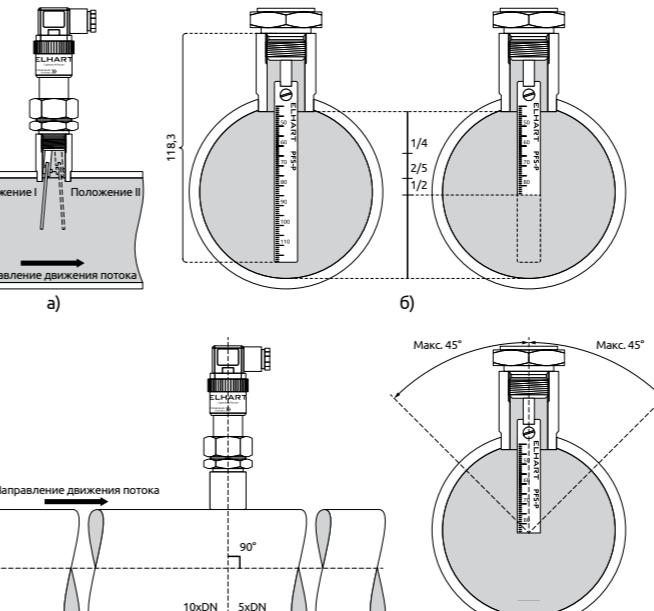

Рисунок 3 – Установка и работа реле протока
Рисунок 3 поясняет принцип действия реле. При отсутствии или низкой скорости потока жидкости в трубопроводе, на который установлено реле, лепесток находится в начальном положении I. При этом геркон разомкнут, так как рабочий магнит находится на удалении от него.
- Корпус реле должен быть расположен вертикально. Максимальное боковое отклонение корпуса от вертикального положения – 45° (см. рисунок 3г), при этом ось прокладки трубопровода должна быть строго перпендикулярна оси корпуса реле (см. рисунок 3в).
- Место установки следует выбирать таким образом, чтобы до реле был прямой участок трубы длиной не менее 10 DN, а после реле — не менее 5 DN (см. рисунок 3в).